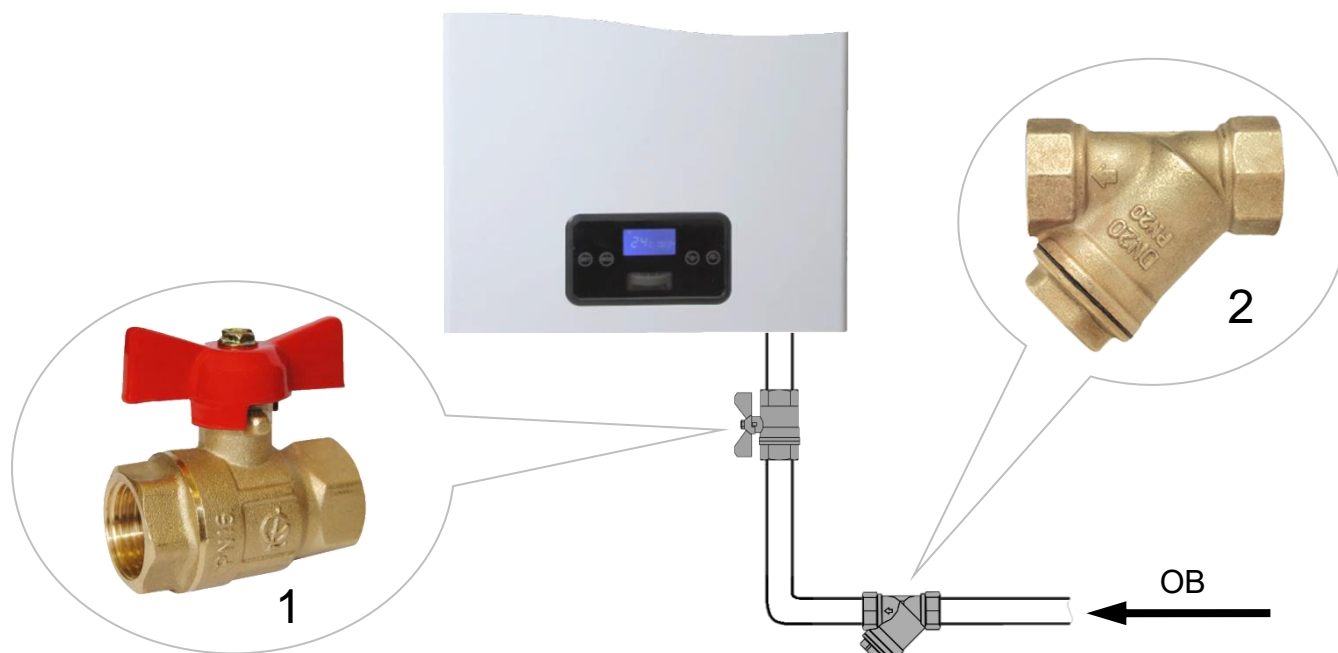

Рис. 22 Монтаж труб системы отопления и водоснабжения.
- Для осуществления ТО котла, **рекомендуется** перед присоединительными патрубками котла установить (смонтировать) запорные краны, которые **должны** быть расположены так, чтобы их поворотные ручки были доступны (См. Рис. 22).
- **Настоятельно рекомендуется** на обратном трубопроводе СО, на входе ОВ в котёл установить косой сетчатый фильтр для очистки ОВ от нежелательных примесей и отложений (См. Рис. 22). Рекомендуется устанавливать фильтр с сеткой (фильтрующим элементом), у которой размеры ячеек 300-500 микрон.